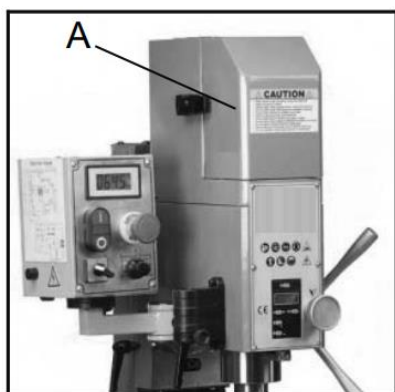

Рис. 10
2. Сначала откройте крышку ременного привода (А, см. рисунок 10).